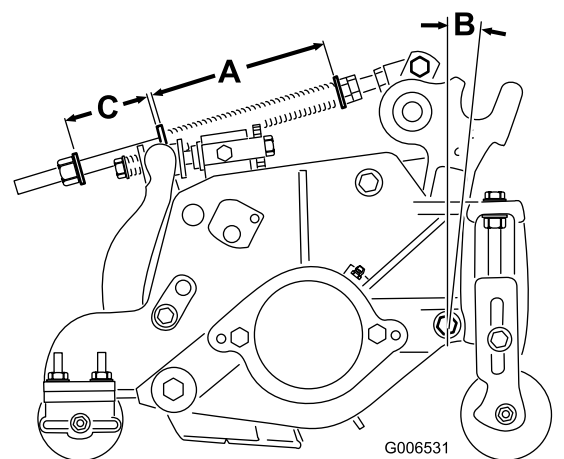

図 20
ターフ補正スプリング 図 20 は、カッティングユニットの前から後ろへの「体重移動」を行います。これにより、ボビングと呼ばれる「波打ったような」仕上がりを防いでいます。
1. スプリングロッド後部のロックナットを締めて、すきまCを 51 mm とする 図 20。
2. スプリングロッド前部の角ナットを締めて、スプリング圧縮状態の長さが159 mmになるようにする 図 20。
注 アンジュレーションの大きなターフを刈る時は、ターフ補正スプリングの長さAとすき間Cを13 mm 大きくします 図 20。